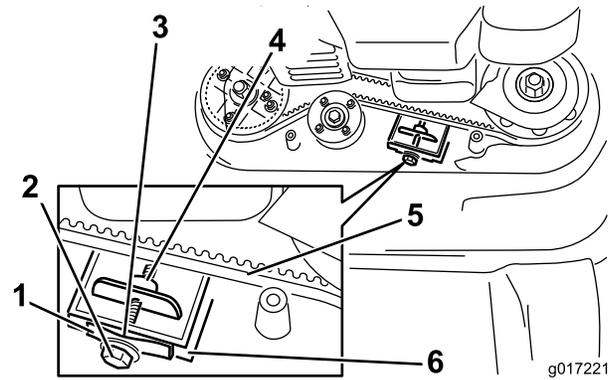

Figura 36
**Nota:** Si hay un espacio visible entre la galga y el muelle, apriete el perno de ajuste y la contratuerca hasta que el papel apenas pueda deslizarse libremente por el espacio (Figura 36).